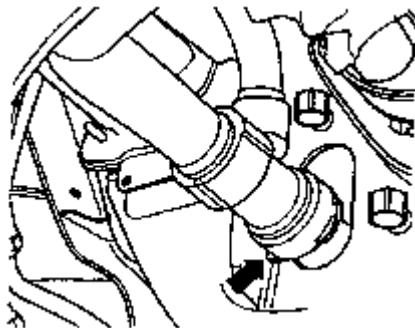

图 4-148 拆散热器上的冷却液软管
(1) 拆卸前保险杠，通过散热器上的放液螺塞排空冷却液，松开连接法兰处的固定卡箍，如图 4-148 箭头所示，从散热器上拔下冷却液软管。